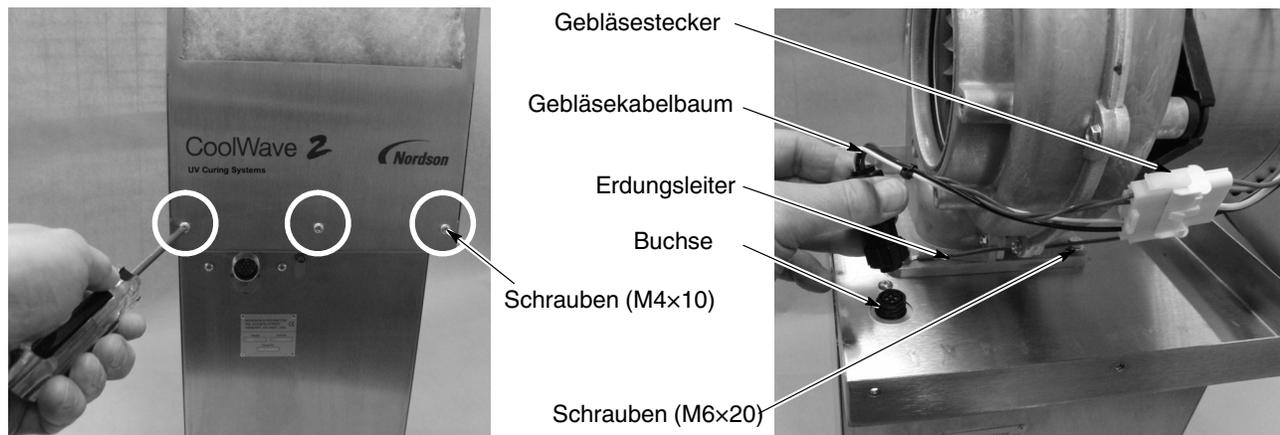

Abbildung 6-11 Entfernen der Gebläseabdeckung
1. Siehe Abbildung 6-11. Die Gebläseabdeckung nach Entfernen der sechs Kreuzschlitzschrauben (M4×10) (drei vorn und drei hinten) abnehmen. Die Gebläseabdeckung zur Seite legen.